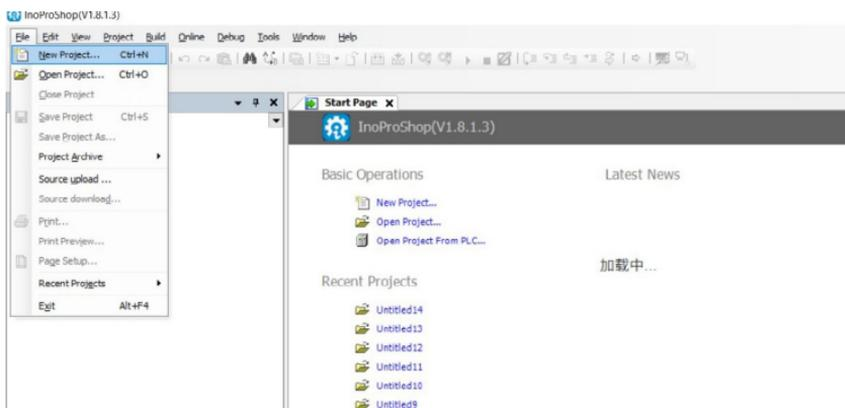

Рисунок 7.3 – Создание нового проекта
1) Создайте новый проект: меню «File» – «New project» (рис. 7.3).